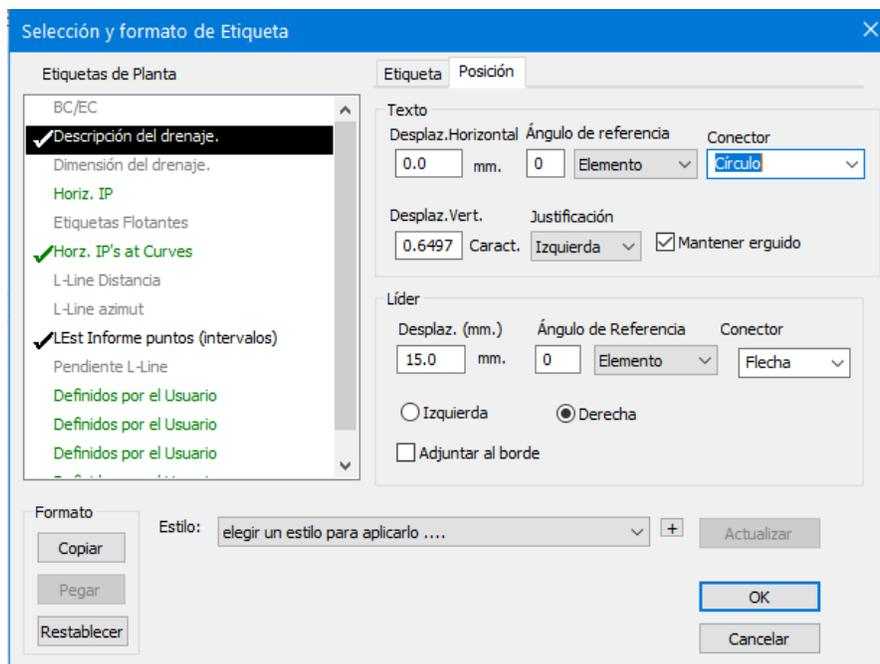

Figura 25-8: Etiquetas de Obra Transversal de Drenaje
- Seleccione la pestaña de *Posición* (Figura 25-8).